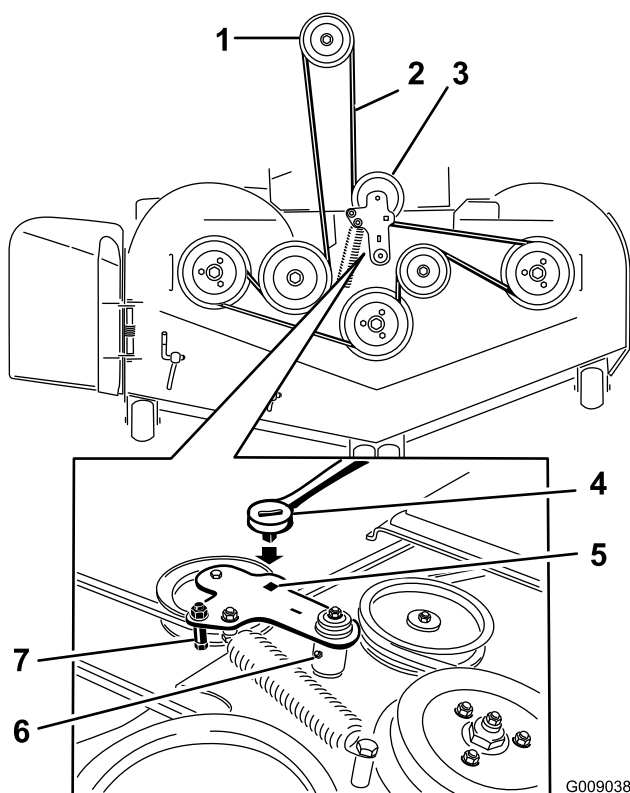
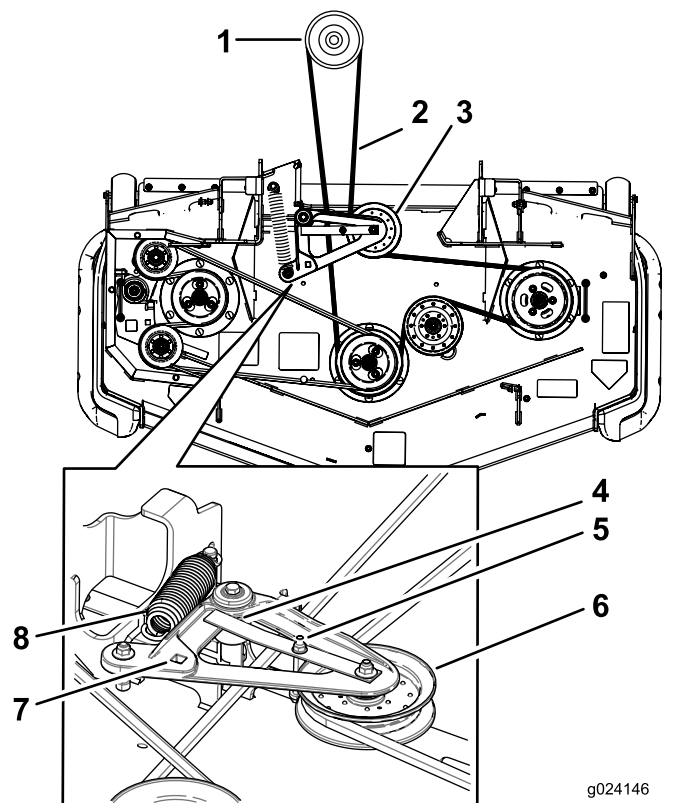

Figure 123
Figure 124
5. Déposez le panneau de plancher et insérez un rochet dans le trou carré de la poulie de tension du tablier (Figure 123 ou Figure 124).
6. Tournez la poulie de tension du tablier dans le sens horaire, tirez sur la patte du guide-courroie (modèles à éjection arrière seulement) et déposez la courroie du tablier de coupe (Figure 123 ou Figure 124).